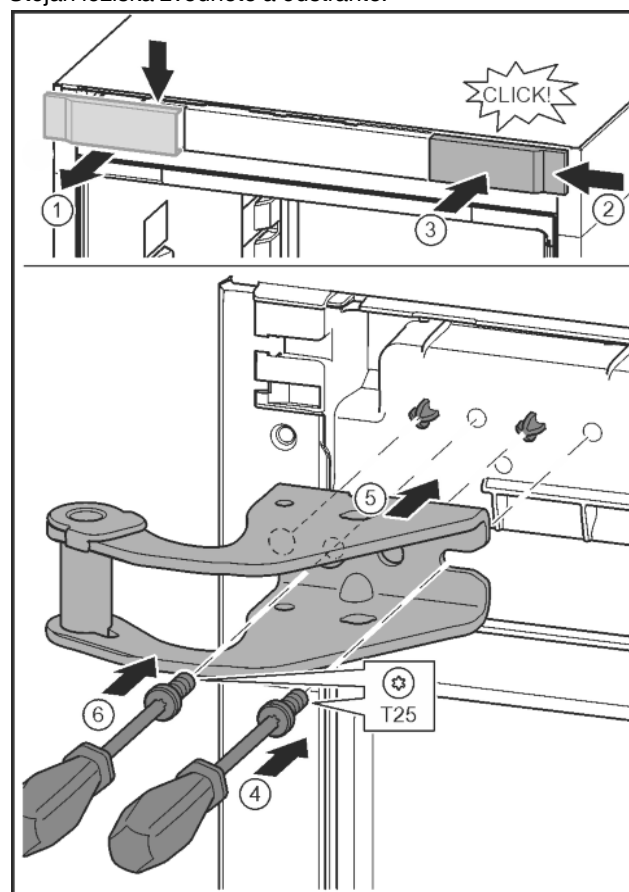

Fig. 10
- ▶ Šroubovákem uvolněte kryt a sejměte směrem na stranu. Fig. 10 (1)
- ▶ Kryt otočený o 180° zavěste na druhé straně zprava. Fig. 10 (2)
- ▶ Zaklapněte kryt. Fig. 10 (3)
- ▶ Šroubovákem T25 nasadte šrouby. Fig. 10 (4)
- ▶ Nasadte horní stojan ložiska. Fig. 10 (5)
- ▶ Utáhněte šroub. Fig. 10 (4)
- ▶ Šroubovákem T25 vložte šroub a utáhněte. Fig. 10 (6)